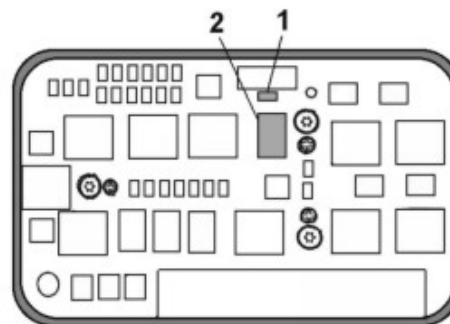

Fig. 7.
**À l'aide d'un outil approprié, pousser vers le bas les pivots de positionnement (2) jusqu'à l'arrêt. Serrer la vis gauche (1) (Fig. 7).**